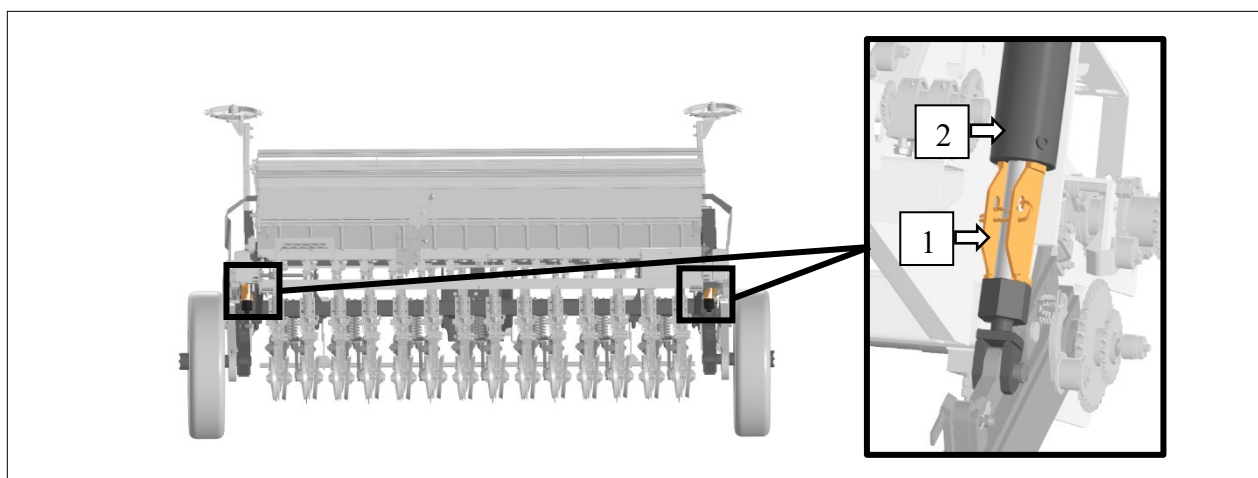

Рисунок 11 – Транспортные упоры на штоках гидроцилиндров
2. Установить транспортировочные упоры (1) на штоки гидроцилиндров (2) опорно-приводных колёс (в двух местах), рис. 11.